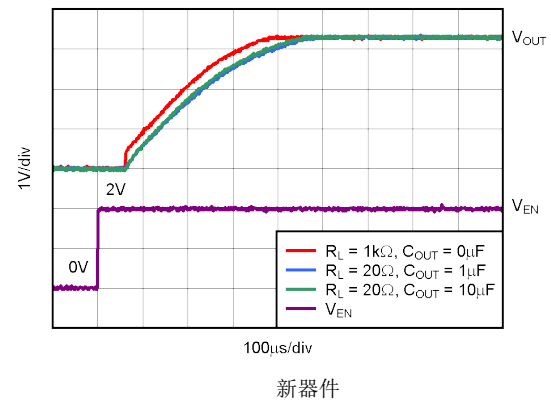

图 5-40. TPS73633 导通响应
使能引脚 (EN) 高电平有效并且与标准 TTL-CMOS 电平兼容。 V_{EN} 低于 0.5V (最大值) 会关闭稳压器并将 GND 引脚的电流降至大约 10nA。当 EN 用来关闭稳压器时，导通晶体管的栅极电荷会被完全清除。 V_{EN} 高于 1.7V (最小值) 会打开稳压器，并且输出会斜升至稳定的 V_{OUT} (请参阅 图 5-40)。